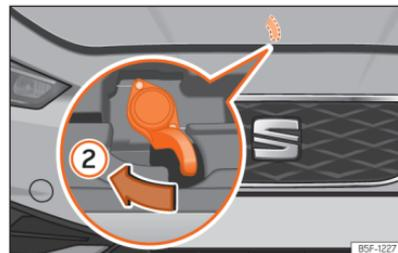

Abb. 220 Hebel unter der Motorraumklappe.
- Um die Frontklappe zu öffnen, drücken Sie den unterhalb der Frontklappe mittig vorgesehenen Hebel mit der Hand nach links >>> **(Abb. 220) ②**. Die Fanghaken werden entriegelt.